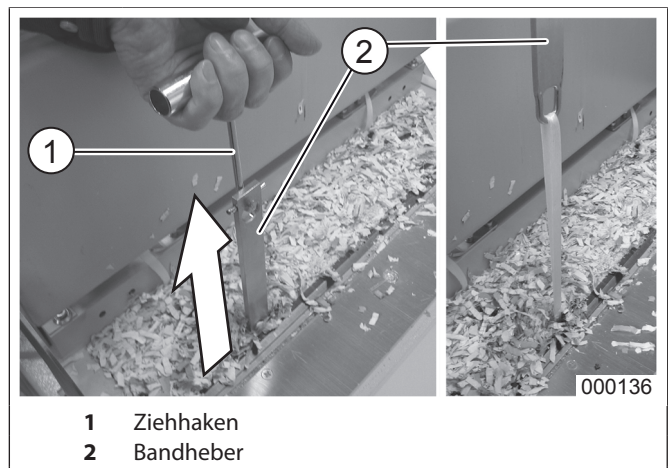

Abb. 15 Bandheber
3. Bänder mit Bandhebern (Abb. 15/2) und mit Hilfe des mitgelieferten Ziehhakens bis ca. 40 cm über den Press-Stempel nach oben herausziehen.